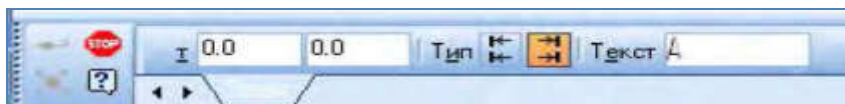

Рисунок 3.21 - Панель свойств при включении кнопки **Линия разреза**
- **Линия разреза** - открывает панель свойств (рис.3.21), позволяющая указывать графическим курсором места положений секущих плоскостей и соответствующие обозначения разреза (сечения) на чертеже.